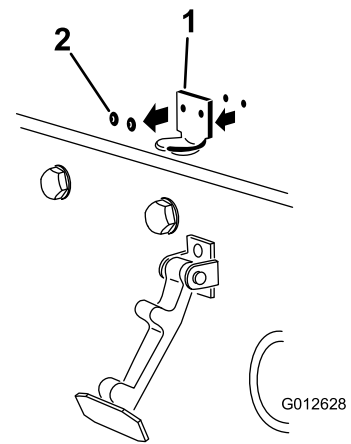

Figura 17
2. Retire los 2 remaches que sujetan el cerradero del capó al capó (Figura 17). Retire el cerradero del capó.